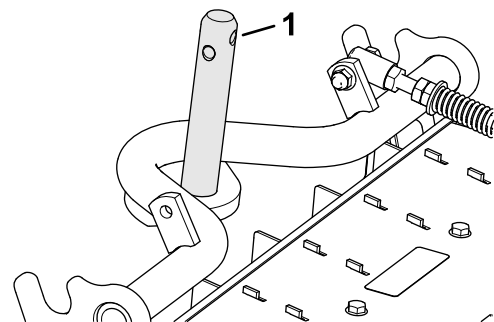

Figura 8
4. Unte el pivote del bastidor de tiro con grasa limpia (Figura 8).